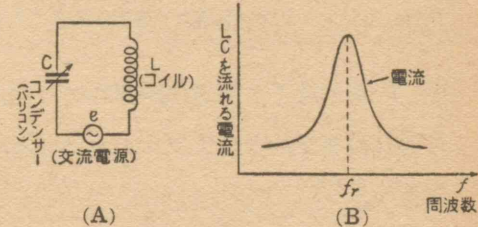

図 37 共振のわけ
いま図 37 (A) のように、コイル L とコンデンサー C とをつなぎ、これに交流電源 e (周波数の高いもの) をつなぎ、その周波数をいろいろ変えたとき、L と C とを流れる電流を調べてみよう。コイル
は周波数の高いほど電流は流れにくいし、コンデンサーは反対に周波数が高いほど電流が流れやすい。それゆえ、交流電源 e の周波数を低いところから順次高いところへ変えていくと、ある周波数の電流が最も流れやすくなる。この状態を曲線で示すと図 37 (B) のとおりで
ある。図は横軸に周波数 f が示してあり、縦軸は LC を通る電流の大きさが示してある。図からわかるように、周波数 f_r の電流が最も多く流れる。コイルとコンデンサーの値がきまれば、 f_r はきまる。それで、L を変えても C を変えても f_r の値は変えられるが、普通コンデンサーの値を変化させる方がやりやすいから、それが変化できるようにになっている。この L と C とできまる f_r を共振周波数と言ひ、図 37 (B) のような曲線を共振曲線と言ひ。
図 48 (B) のように、コイルとコンデンサーとをつないで、コンデンサーに電荷を与え、コイルを通して放電させると、回路の抵抗が小さいと水の振動のように振動電流を生ずる。この場合、コンデンサーの電荷は水位に、コイルは慣性に、抵抗は摩擦にたとえて考えられる。図 48 (B) のように振動電流を生ずるようなものは、振動回路と言われ、回路の抵抗が小さいことがたいせつであって、図 37 の共振回路とよく似ているが働きは違っている。